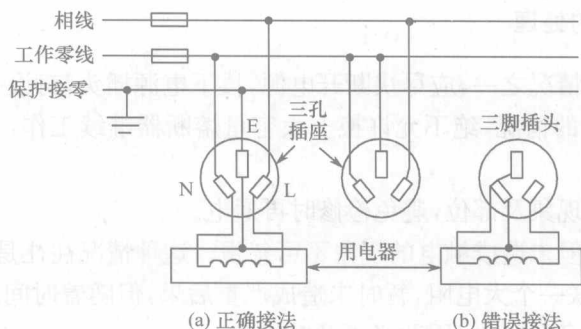

图 1-12 三孔插头座的接法
(1) 电源线虚焊,造成在运输、使用过程中开焊脱落,搭接在金属件上而同外壳连通。
(2) 工艺不良,产品本身带隐患。例如,用金属压片固定电源线,压片有尖棱或毛刺,容易在压紧或振动时损坏导线绝缘层。
(3) 接线螺钉松动,造成电源线脱落。
(4) 设备长期使用不检修,导线绝缘老化开裂,碰到外壳尖角处形成通路。
(5) 错误接线。有人在更换外壳接保护零线设备的插头、插座时,错误连接,如图 1-12 所示,结果造成外壳直接接到电源火线上(注意:此时设备运行是正常的,不容易引起人们的注意)。